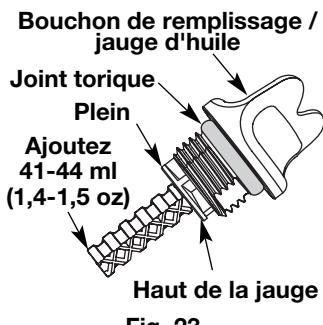

Fig. 23
et vérifiez le niveau d'huile. L'huile devrait atteindre le haut de la jauge (Fig. 23).
**REMARQUE :** Assurez-vous que le joint torique est mis sur le bouchon de remplissage / jauge d'huile au moment de la vérification et du changement d'huile (Fig. 23).